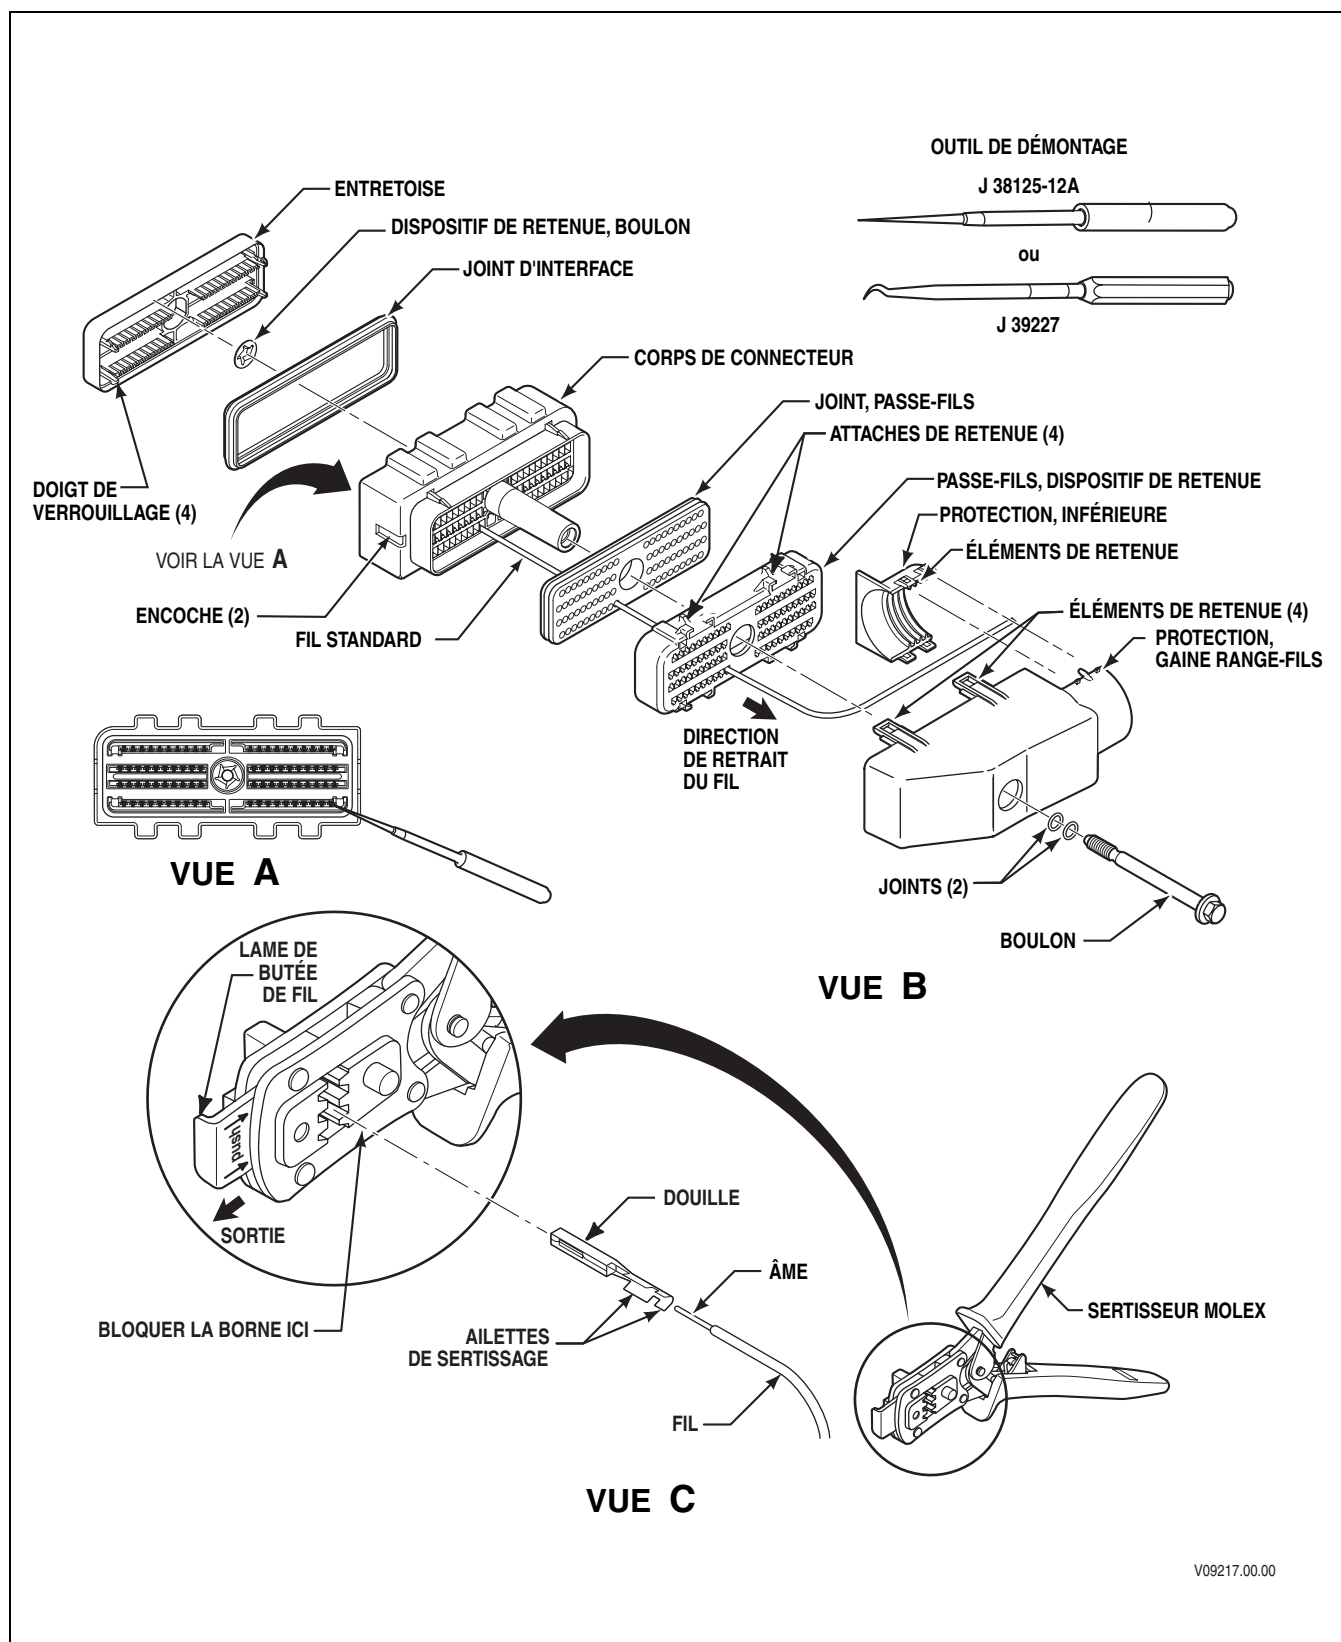

Figure E-1B. Connecteur 80F à boulon AFL du TCM, direction 'A' à 90 degrés
B. Connecteur du TCM, ensemble 80F à boulon, gaine range-fils direction 'A' 90 degrés (voir la Figure E-1B)
- b. Reportez-vous à la Figure E-1B ou E-1C, vue B. Utilisez un tournevis à petite lame pour dégager doucement les éléments de retenue (2) de la protection de la gaine range-fils et retirez-les de la gaine range-fils de l'enveloppe d'isolateur. Dégagez doucement les éléments de retenue (4) de la gaine range-fils de l'enveloppe d'isolateur et dégagez-le du corps du connecteur.